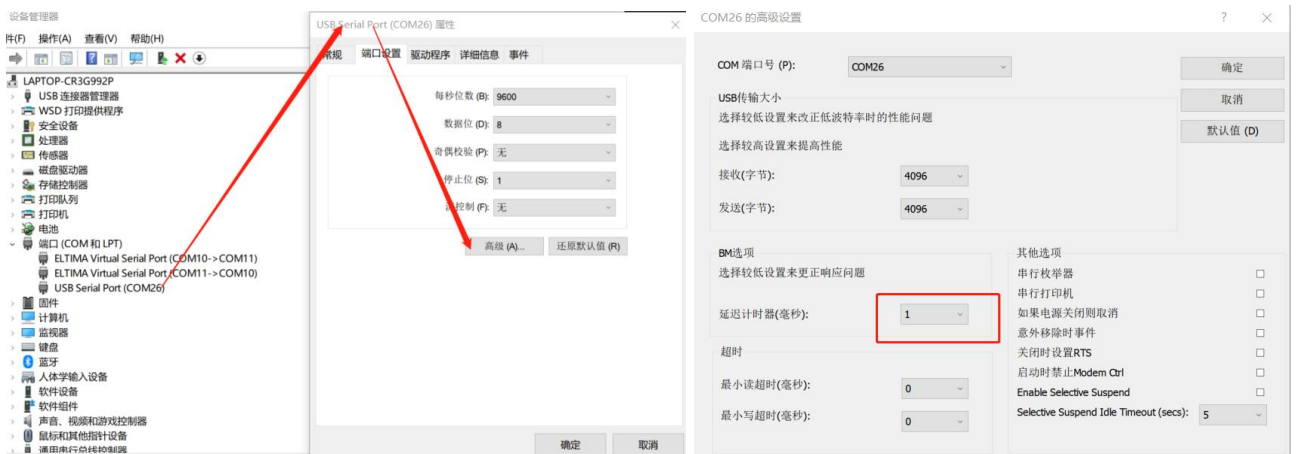

图 4-2 串口延时设置
- 在使用 RS422 与 PC 连接进行数据收发时，建议对 USB 转 RS422 的串口延时进行设置，延时时间设置为 1ms，减小串口数据丢包。具体设置可参考图 4-2。